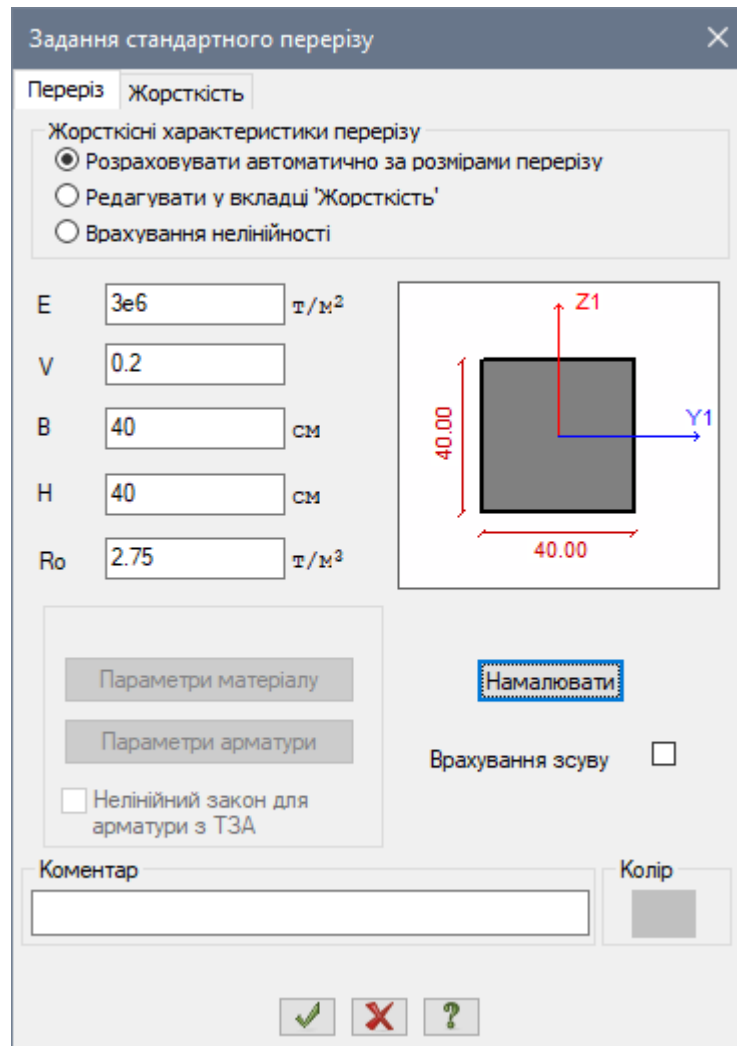

Рис. 11.11. Діалогове вікно **Задання стандартного перерізу**
- В діалоговому вікні **Задання стандартного перерізу** (рис. 11.11) задайте параметри перерізу **Брус**: